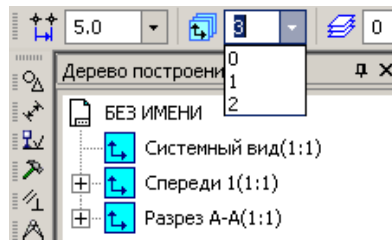

Рисунок 9.7 – Вид дерева побудови
8. На панелі **Поточного стану** в розділі **Стан видів**  кожному створеному виду відповідає свій номер (рис. 9.7). Залежно від того, який номер буде обраний, такий вид і буде поточним, і на графічній області зображення підсвічується синім кольором ліній.